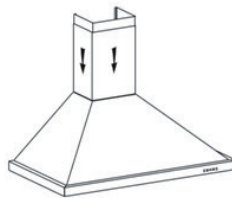

Figure 4
- 4 Placez la hotte sur le support (voir figure 4).